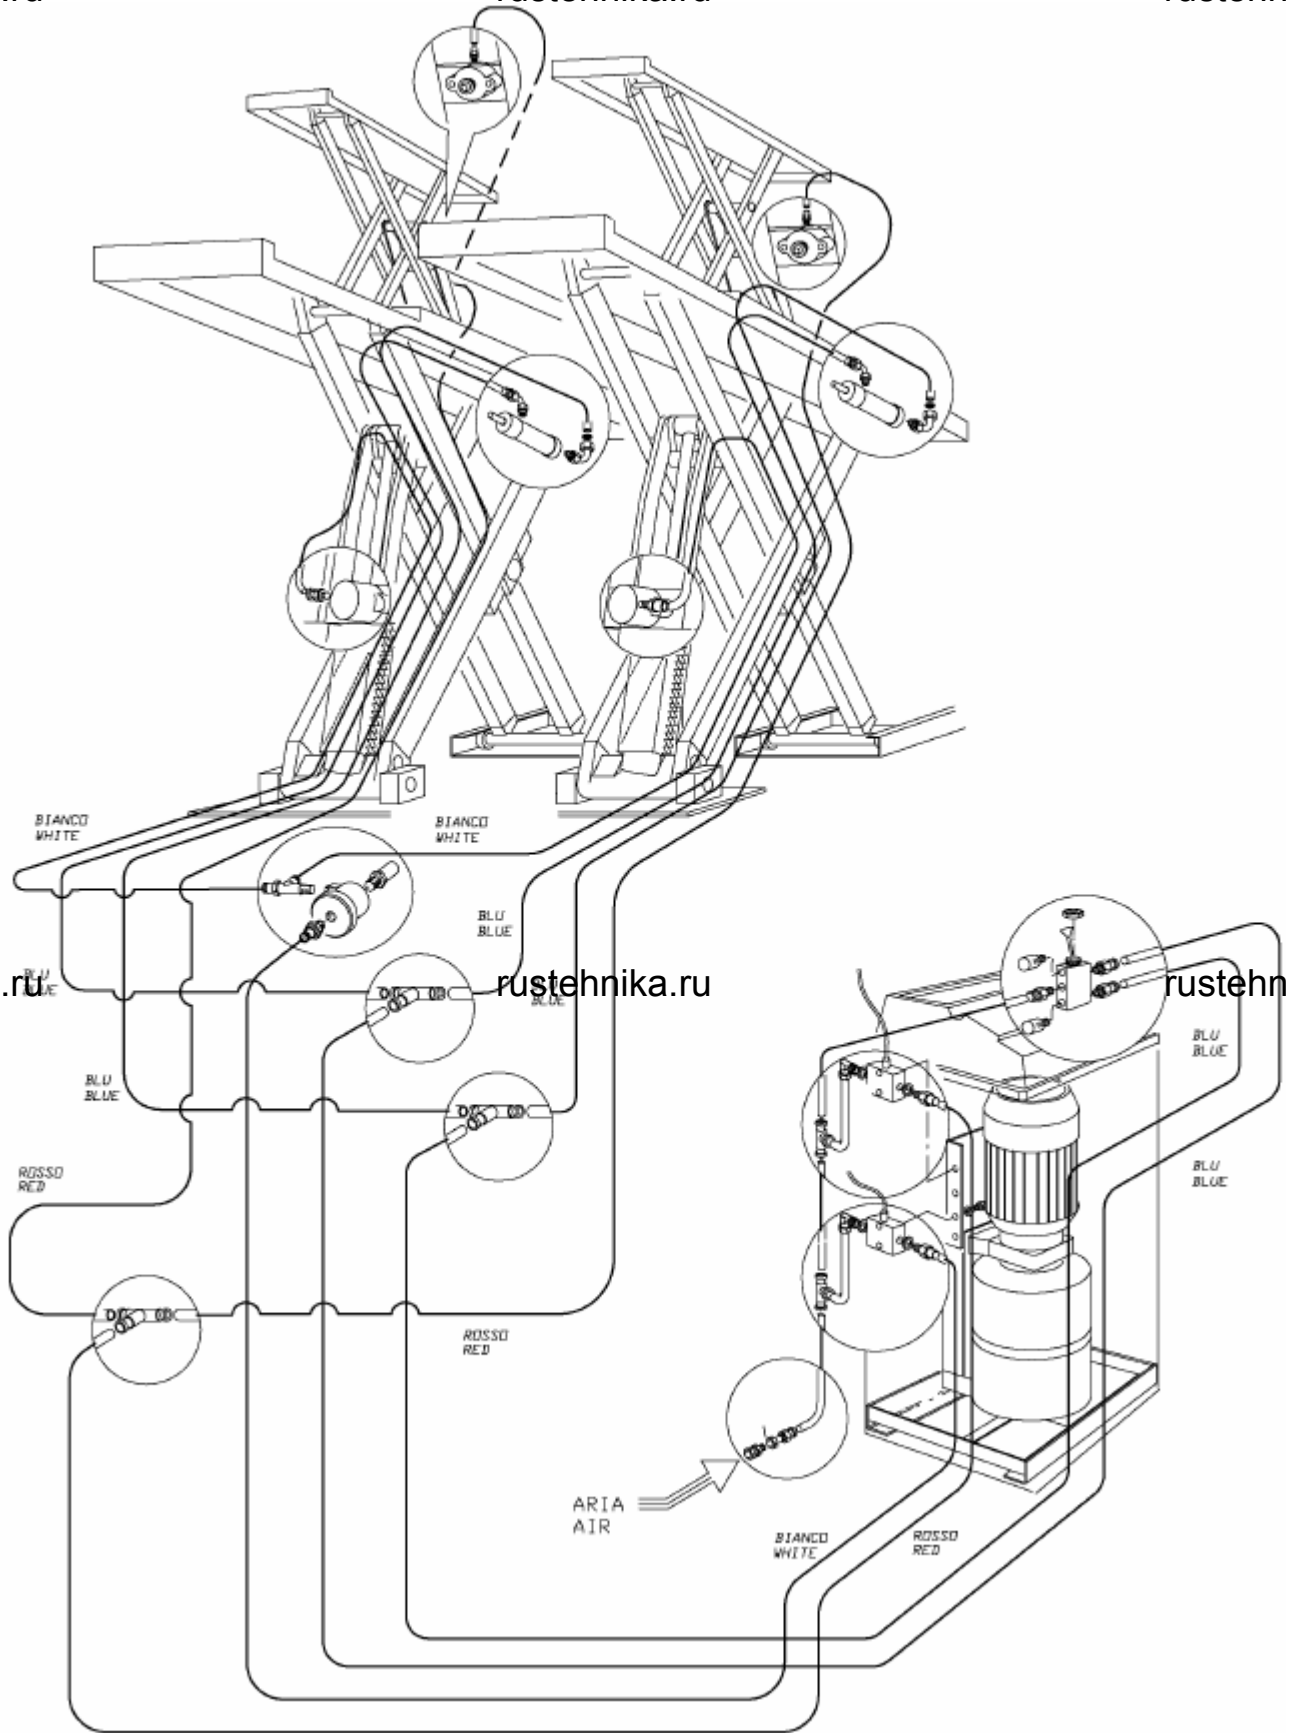

Рис. 27
**См. рис. 27.** Подключение пневмопитания